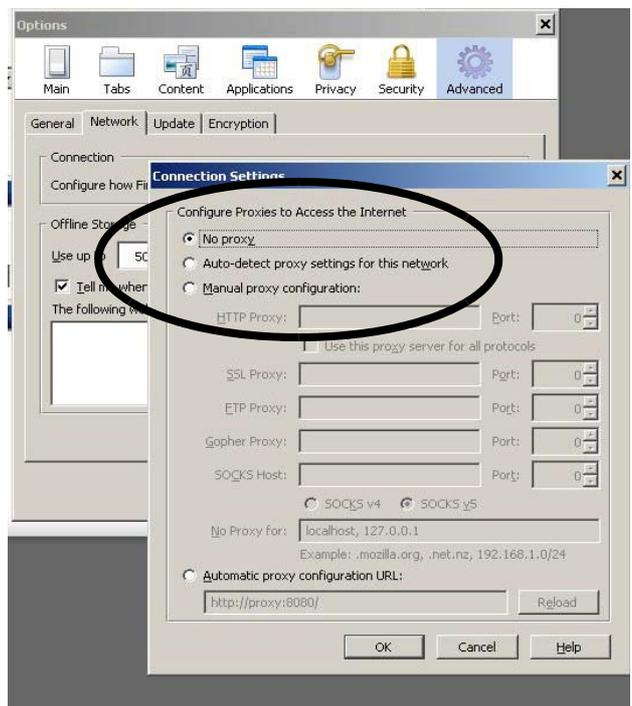

ABB. 28. Die Proxy-Einstellung ausschalten (nur Firefox)
2. *Nur für Firefox:* Um ein ProMix 2KS/3KS-Netzwerk über Firefox zu bedienen, müssen Sie die Proxy-Einstellung in Ihrem Browser ausschalten. Gehen Sie in Ihrem Firefox-Browser zu Tools>Optionen>Erweitert>Registerkarte Netzwerk>Verbindungseinstellungen. Klicken Sie „Kein Proxy“. Siehe ABB. 28.